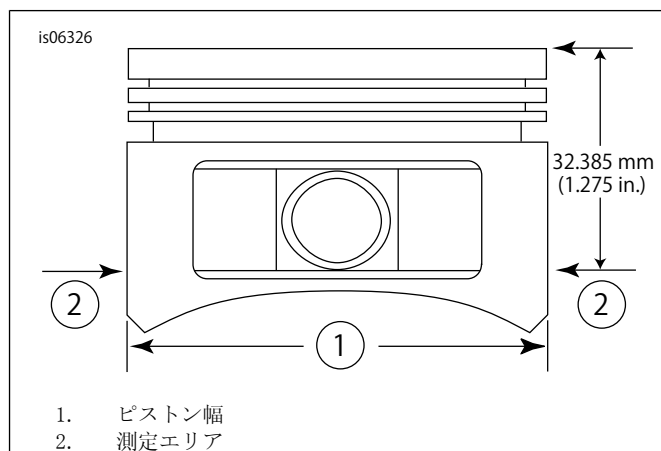

図2。ピストン測定
5. 「図2」を参照してください。ピストンピン穴の両側から水平に90度、ピストン(2)のデッキ面(上)から1.275インチ下のピストン幅(1)を測定します。この位置のピストン-シリンダーフィットについては表11を参照してください。